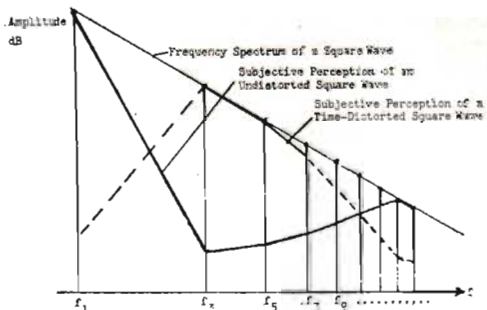

Fig 5. Frekvenskomponenter av fyrkantvågen och den subjektiva uppfattningen av dem vid olika fasförhållanden.
3. I den distorderade signalen poängterades grundtonen mindre i jämförelse med de i frekvens närmaste deltonerna, medan de allra högsta övertonerna lät försvagade i jämförelse med den odistorderade signalen. Se fig 5.